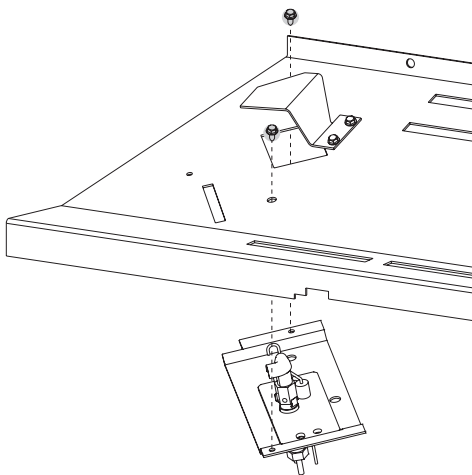

Figure 3
4. Retirer deux (2) vis qui fixent la veilleuse à la cuvette du brûleur. Ceci permet à l'ensemble de veilleuse de tomber. Voir Figure 3.